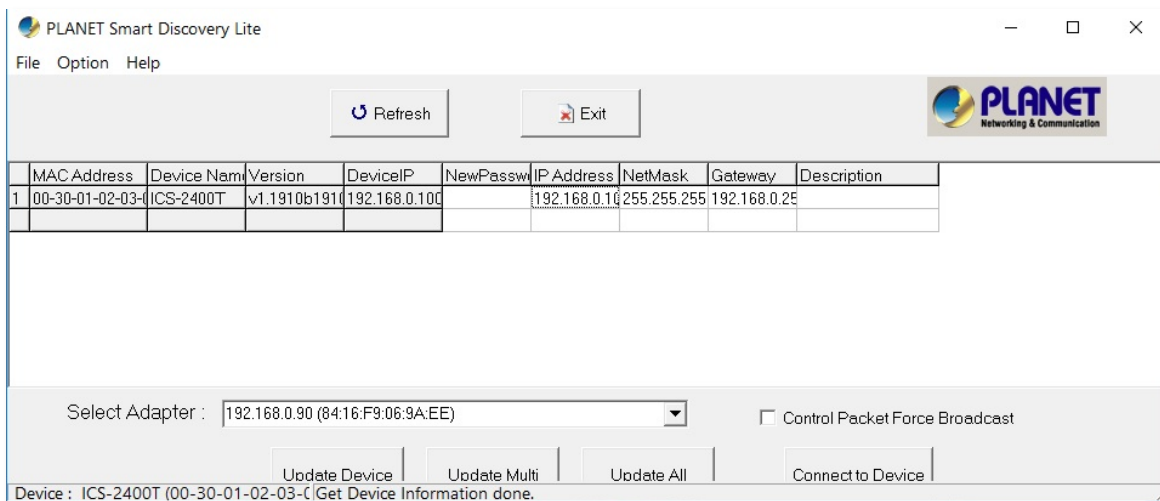

Figura 3-4-2: Pantalla de la utilidad Planet Smart Discovery
3. Presione el botón "Actualizar" botón para los dispositivos actualmente conectados en la lista de descubrimiento como se muestra en Figura 3-4-2.:
4. Presione el botón **“Conectar al dispositivo”** aparecerá la pantalla de inicio de sesión web como se muestra en Figura 3-4-2.